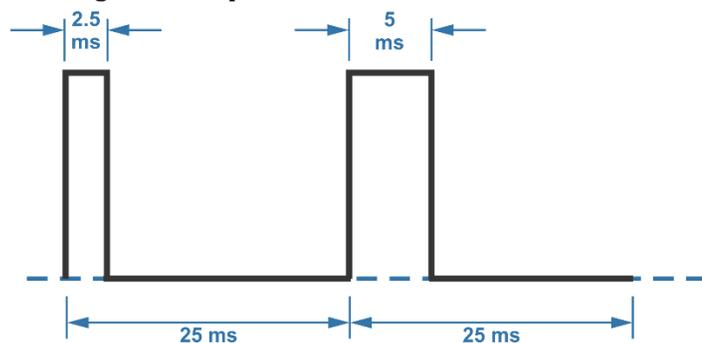

Figura 5.1. Señales de con ancho de pulso variable.
- 8) La figura 5.1 muestra señales de baja frecuencia con distintos anchos de pulso, realice un nuevo programa que permita generar dichas señales con las características indicadas. El programa debe funcionar en base a un interruptor para elegir el ancho de la señal.